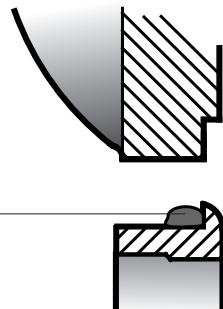

图 5 底部轴承帽螺栓的法兰密封
1. 在风扇轴 (201) 上按压环形齿轮钢毂盘 (8) 以及上下轴承内圈 (411 和 412)。在环形齿轮钢毂盘上安装环形齿轮 (101)，并将帽螺栓拧紧为 ft·lb_f (123 N·m)。
2. 安装上风扇轴轴承外圈 (412) 和不带垫片的轴承护圈。
3. 将减速机外壳倒置，并安装风扇轴组合件，同时使上风扇轴轴承内圈落位到其外圈中。安装下轴承外圈 (411)。
4. 使用密封器安装底盖帽螺栓，如图 5 所示，并将帽螺栓拧紧为 25 ft·lb_f (34 N·m)。使用旧垫片包或制作相同厚度的垫片包 (420)，并安装底部轴承护圈帽螺栓。此时不要为底部轴承护圈安装 O 型环。将帽螺栓拧紧为 25 ft·lb_f (34 N·m)。